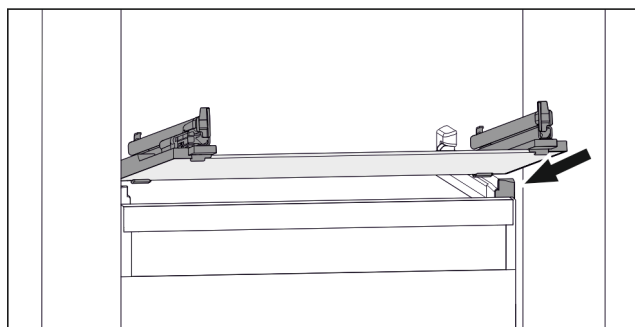

Fig. 154 Rappresentazione esemplificativa del ripiano in vetro
- ▶ Applicare il ripiano in vetro obliquamente dietro i fermi. (vedere Fig. 154)